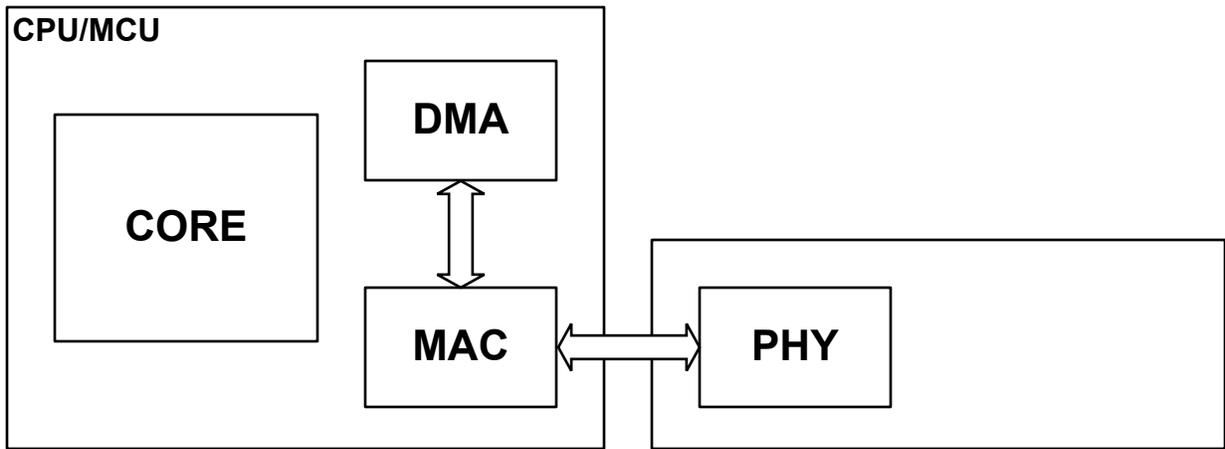

图 1-3. CPU 集成了 MAC
2. CPU 集成了以太网 MAC，PHY 在外部（参阅图 1-3）。